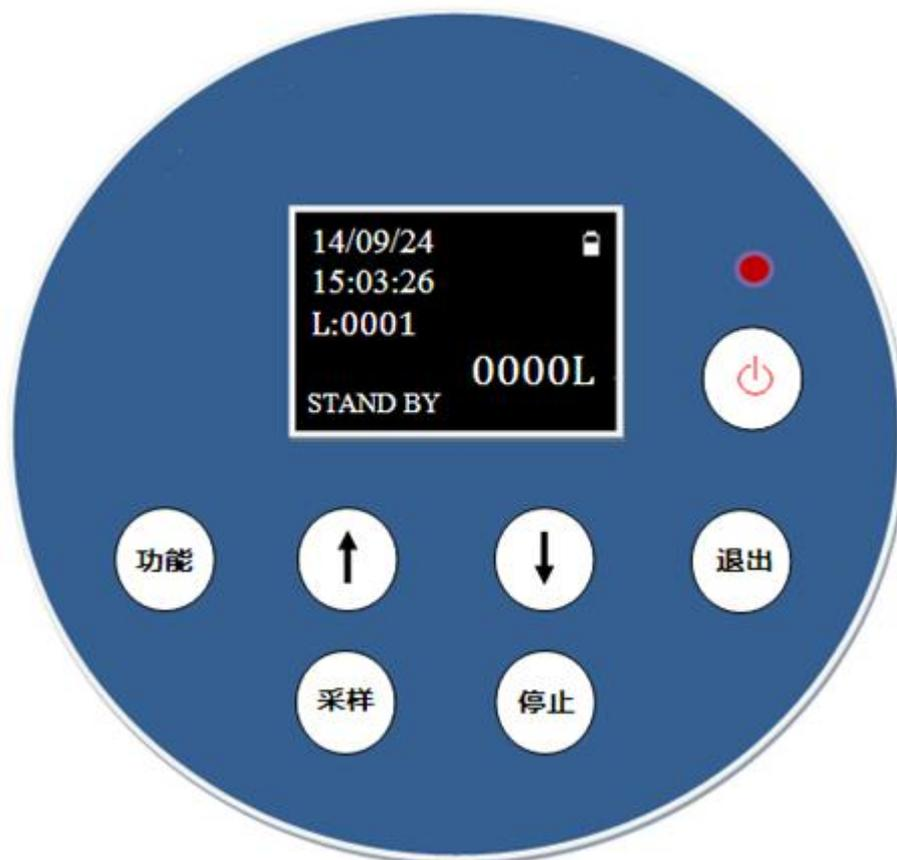
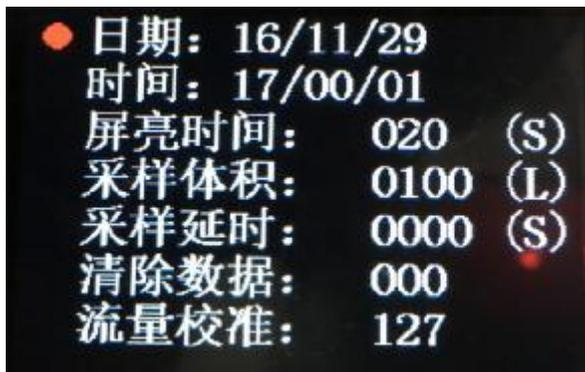

图 1
图 2
- 2、按主机面板设置的功能（如图 1）
- (1) 开机后主界面显示（如图 1），“14/09/24”表示日期，“15:03:26”表示时间，“L: 0001”表示采样序号。“待机”表示此时状态为准备启动。“0000L”表示实时采样流量。
- (2) 数据查询：当处在“待机”状态时按“停止”键“待机”变为“查询”时，按“↑”“↓”键可查询历史数据。如若在“暂停”状态下，需按两次“停止”键进入数据查询状态。
- (3) 采样：当处在“待机”状态时，按“采样”键，可直接进入采样状态。当处在“查询”状态时按“停止”键，使其进入“待机”状态，方可采样。
- (4) 暂停：当仪器在采样时，长按 2 秒“停止”键，仪器进入暂停状态，此时状态显示为“暂停”。如若继续采样，按“采样”键即可继续采样。如若重新采样，则在“暂停”状态下再次按“停止”键即可进入“待机”状态，按“采样”进行重新采样。
- (5) 在主界面状态时，按“功能”即可进入设置界面（如图 2）。